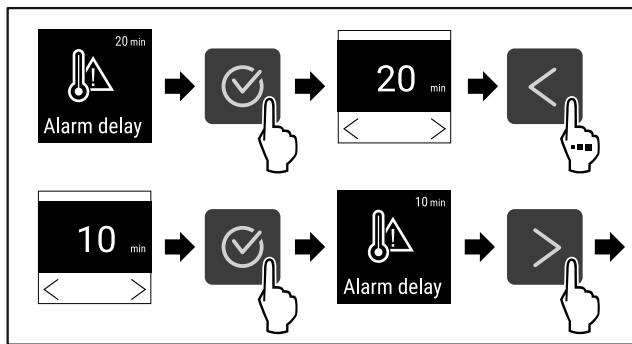

Fig. 133
- ▶ Провести етапи операцій (див. Fig. 133) .